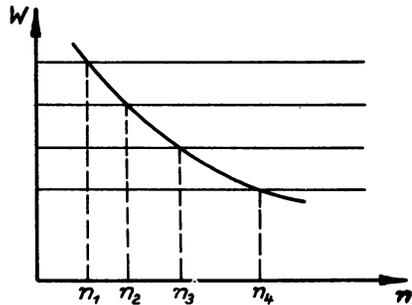

Bild 14
7. Bei einem Antrieb sind die Betriebspunkte der Arbeitsmaschine durch die in Bild 14 dargestellte Charakteristik gegeben. Welche Eigenschaften müssen die Motoren für diesen Zweck haben?